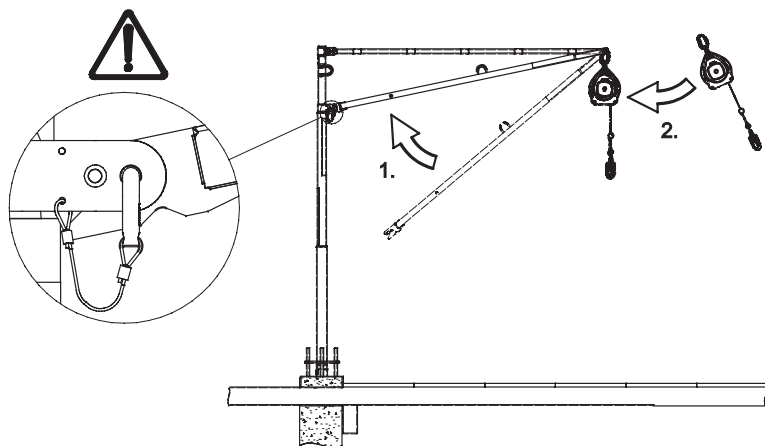
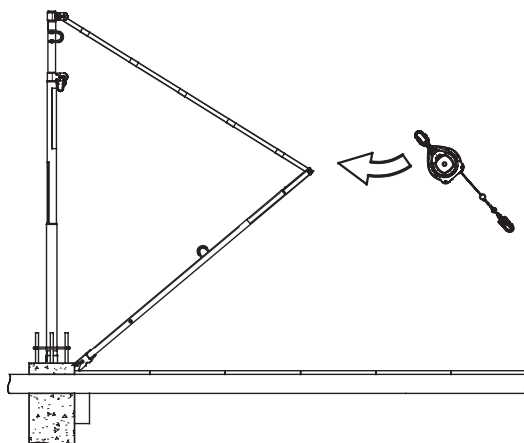

Figura 28. Montaje del sistema de anclaje SkyReach y colocación de un bloque de detención de caídas
Figura 29. Colocación de un bloque de detención de caídas a una altura menor.
3. Proceda ya sea a (1) montar completamente el sistema de anclaje SkyReach colocando el gancho de llave en las asas inferiores en el mástil de acuerdo con la Figura 28, fije la llave con el pasador de bloqueo de acuerdo con la figura. A continuación, conecte el bloque de detención de caídas al punto de anclaje y asegúrese de que esté correctamente asegurado. O (2) proceda organizando la posición de la pluma y la abrazadera de acuerdo con la Figura 29, conecte el bloque de detención de caídas al punto de anclaje, ya que ahora se encuentra a una altura más baja, antes de asegurar la llave al mástil.